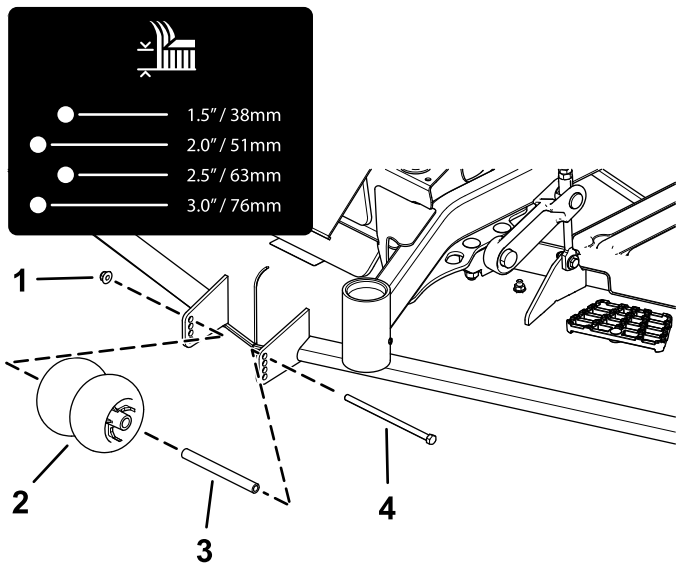
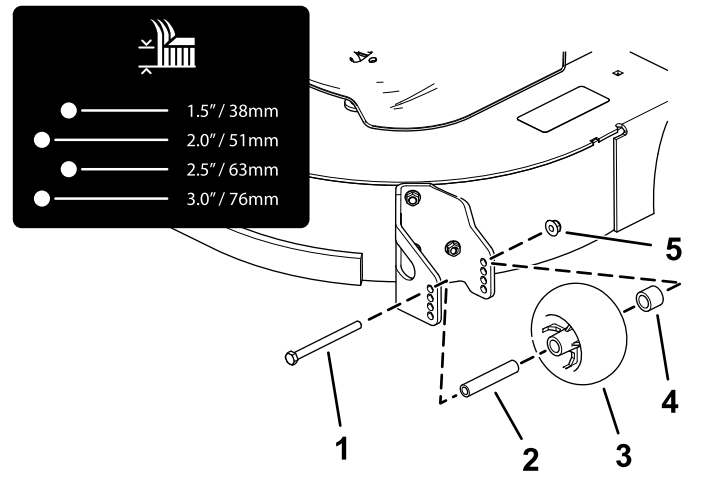
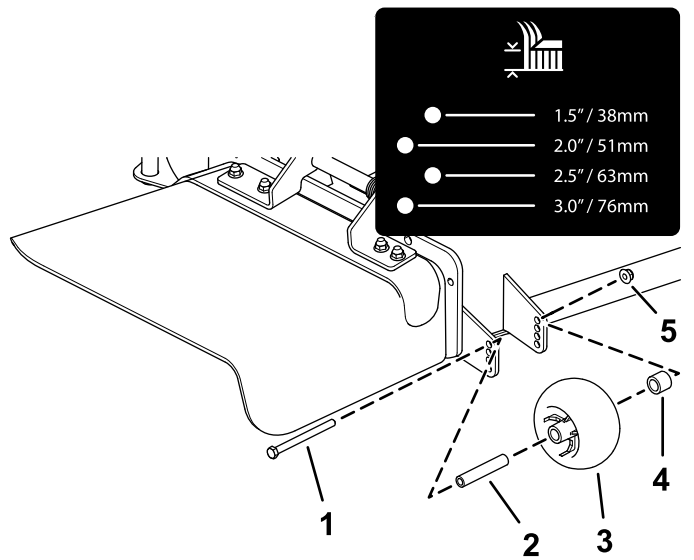
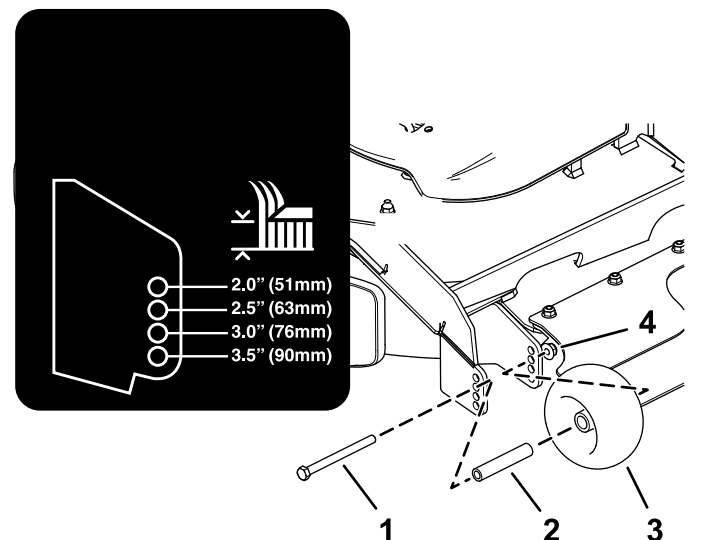

Figura 26
Figura 28
Figura 27
Figura 29
4. Ajuste os rolos antidanos como se mostra na Figura 26, Figura 27, Figura 28 e na Figura 29.